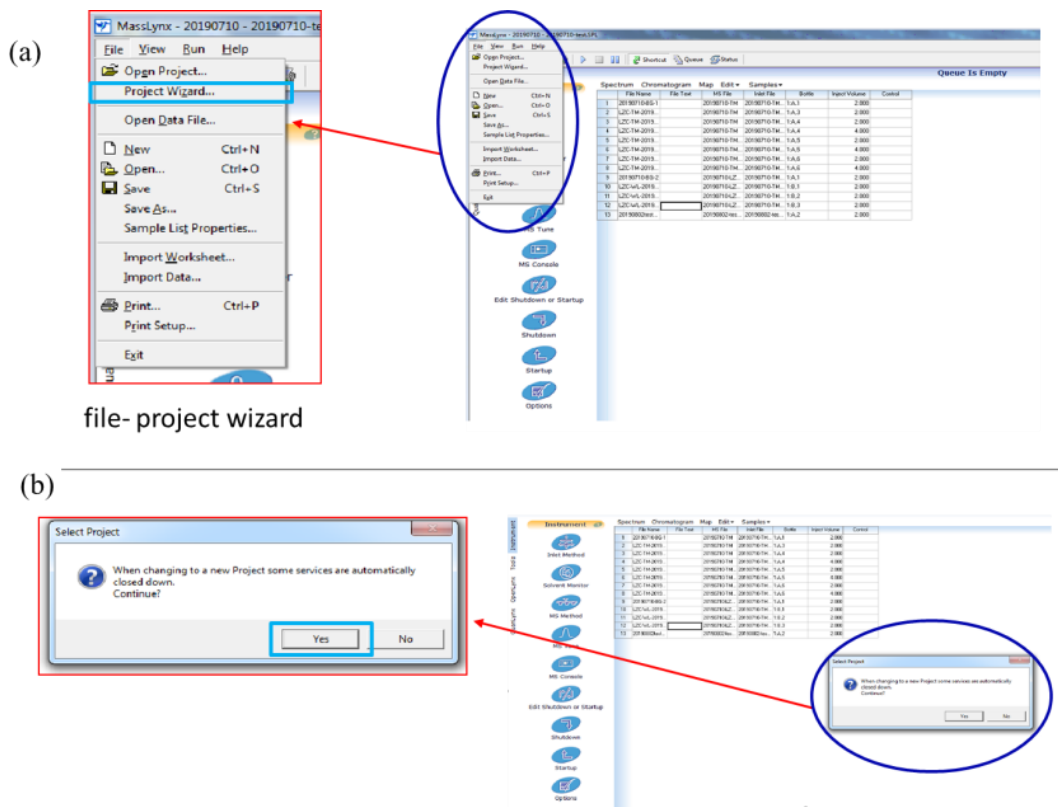
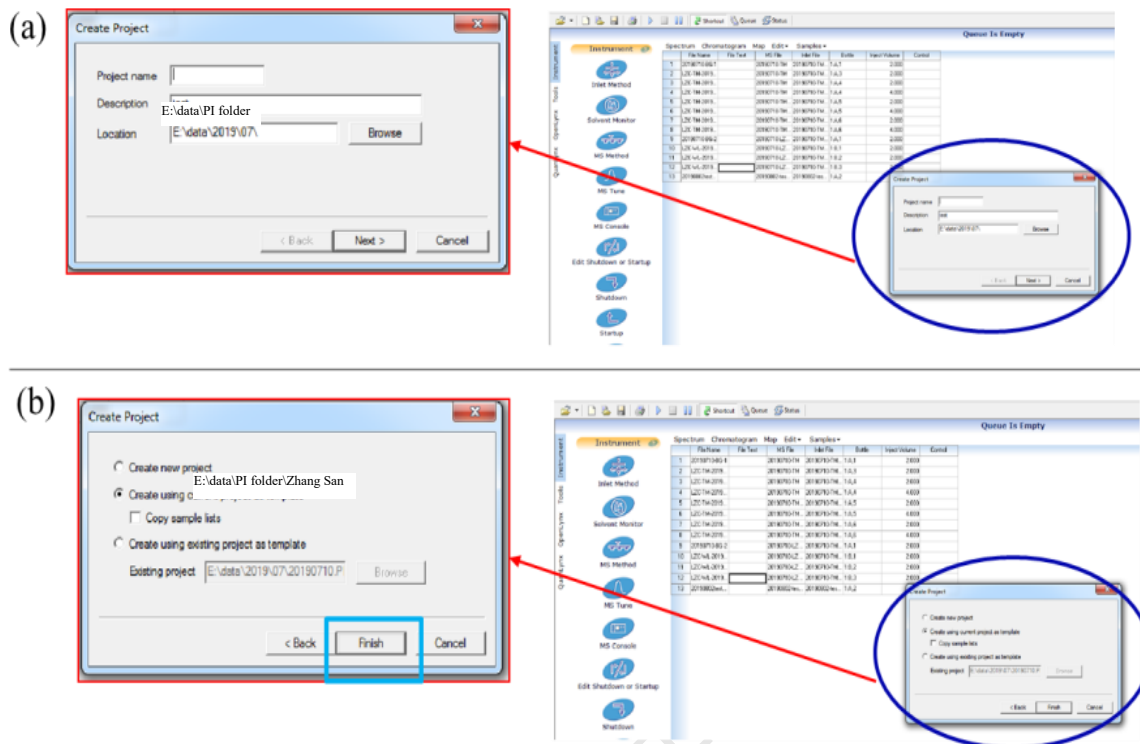
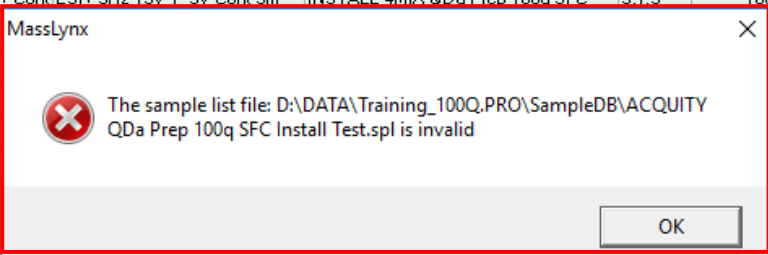
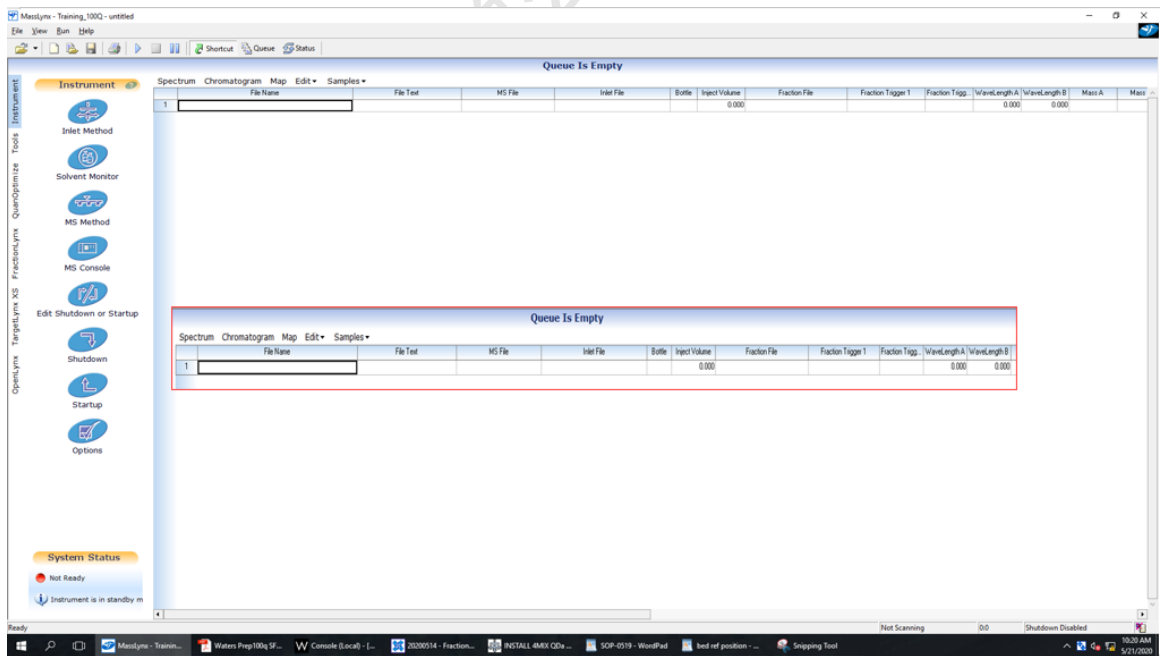

图 6-4
图 6-5
图 6-6
图 6-7
Step2. 点击 File - Project wizard(图 6-4, 蓝绿色方框), 弹出对话框(图 6-4(b)), 点击 Yes 进入项目新建向导(图 6-5(a))。
Step3. 项目新建向导。如图6-5, 通过Browse选择正确的项目路径(location), 输入项目名称(Project name), 点击Next, 弹出对话框(图6-5 (b)), 勾选**Create using current project as template**选项, 点击Finish, 弹出显示序列文件无效提醒窗口(图6-6), 点击OK进行确认。至此完成新建项目(图6-7)。
Step4. 新建项目完成后, 弹出....spl 无效的的软件提醒(图 6-6), 点击 OK。随后软件将显示新建项目及其全新的进样序列, 如图 6-7 所示。依次输入或新建方法: FileName/File Text/MS File/Inlet File/Bottle/Inject Volume/Fraction File/Fraction Trigger1/Wavelength A/Mass A 等信息。